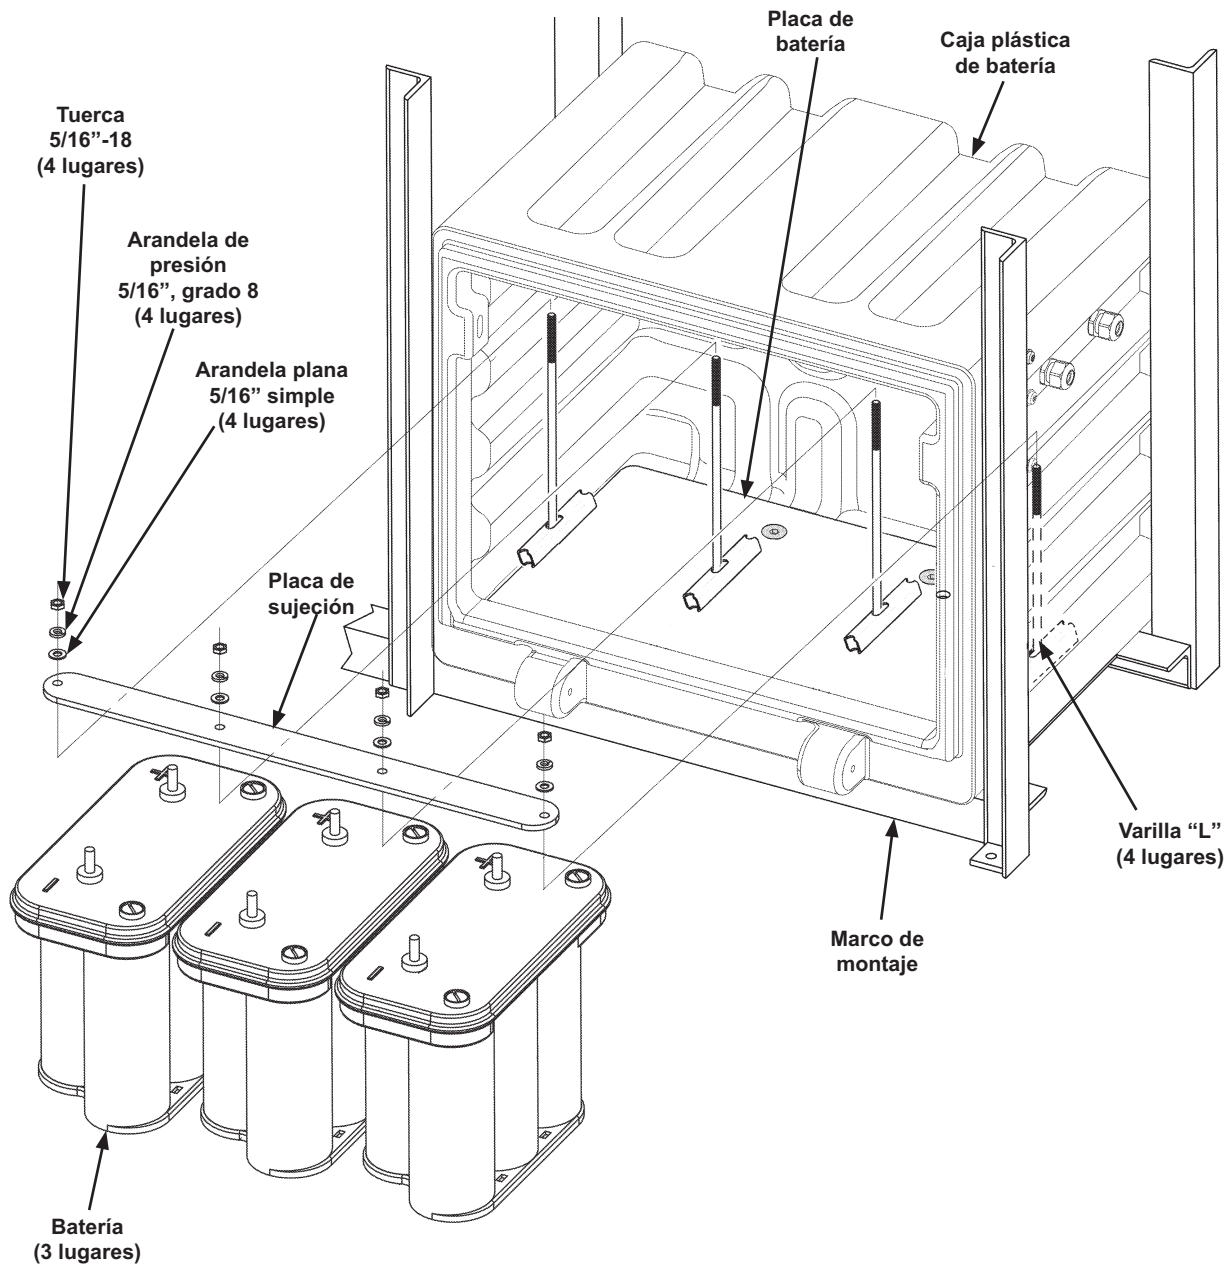

FIG. 6-1
3. Coloque tres baterías (no se suministran) sobre la placa de la batería (FIG. 6-1).
4. Coloque la placa de sujeción de la batería (j. de art.) sobre las tres baterías (FIG. 6-1) y varillas "L". Sujete las baterías a la placa de batería con placa de sujeción, varillas "L", arandelas y tuercas (FIG. 6-1).